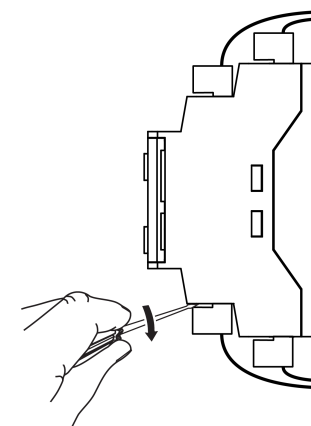

Рисунок 7.3 – Отсоединение съемных частей клемм
- **Отсоединить съемные части клеммников** от прибора, предварительно пометив провода для последующего подключения (см. рисунок 7.3).